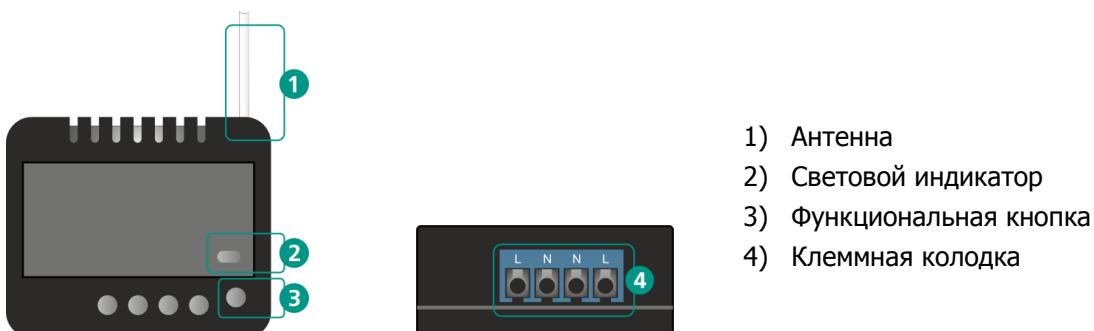

Рисунок 2.1 – Внешний вид реле
- При установке реле в подрозетник, выведите antennу (1, рисунок 2.1) наружу и разместите под пластиковой рамкой розетки. Чем дальше антенна будет расположена от металлических конструкций, тем меньше шанс экранирования радиосигнала. Ни в коем случае не укорачивайте antennу.
2. С помощью индикации на реле. Для этого дважды нажмите на функциональную кнопку (3, рисунок 2.1) и посмотрите на индикатор реле. Соответствие уровня связи и индикации представлено в таблице 9.1.